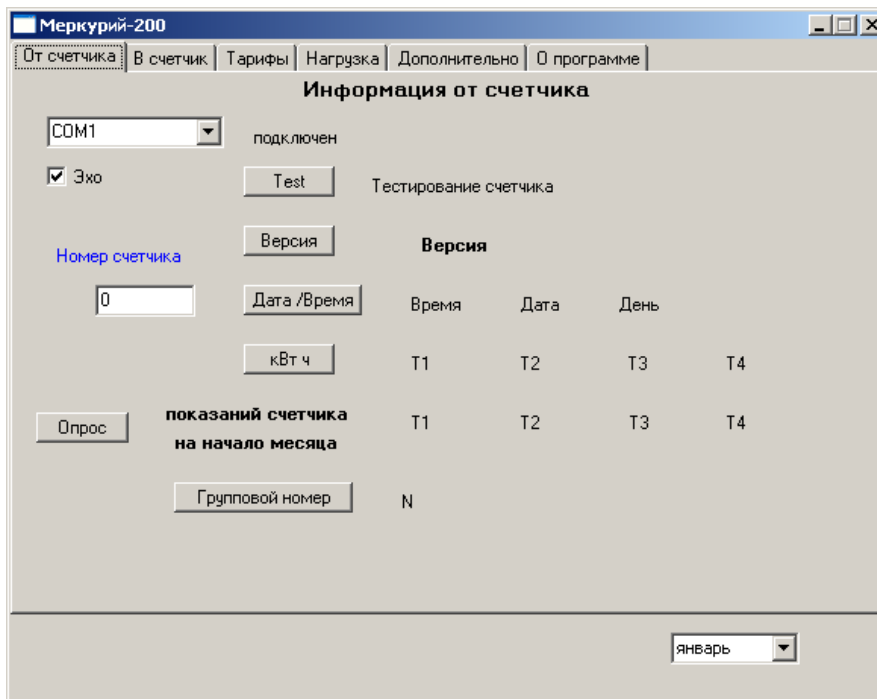

Рис. 3
5.3.2.4 Запись и считывание текущего времени и даты Откройте вкладку **«В счётчик»**, перед Вами появится окно, изображённое на рисунке 2. Нажмите кнопку **«Запись»** и запишите в счётчик текущее время и дату. Затем откройте вкладку **«От счётчика»** (рисунок 3) и, нажав кнопку **«Дата/Время»**, проверьте текущее время и дату.